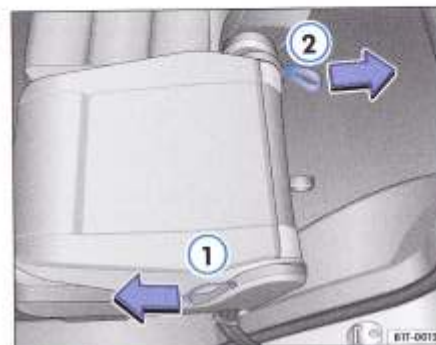

Fig. 62 Spătarele scaunelor din al doilea rând se pot plia cu ajutorul curelușei.
– Trageți curelușa din lateralul scaunului sau curelușa din spatele scaunului în sensul indicat → fig. 62 și pliați spătarul scaunului în față.
– Trageți curelușa din lateralul scaunului → fig. 62 ① sau curelușa din spatele scaunului ② în sensul indicat și ridicați spătarul scaunului, până se fixează.
- Trageți curelușa din lateralul scaunului sau curelușa din spatele scaunului în sensul indicat ⇒ pagina 83, fig. 62" și ridicați spătarul scaunului, până se fixează.